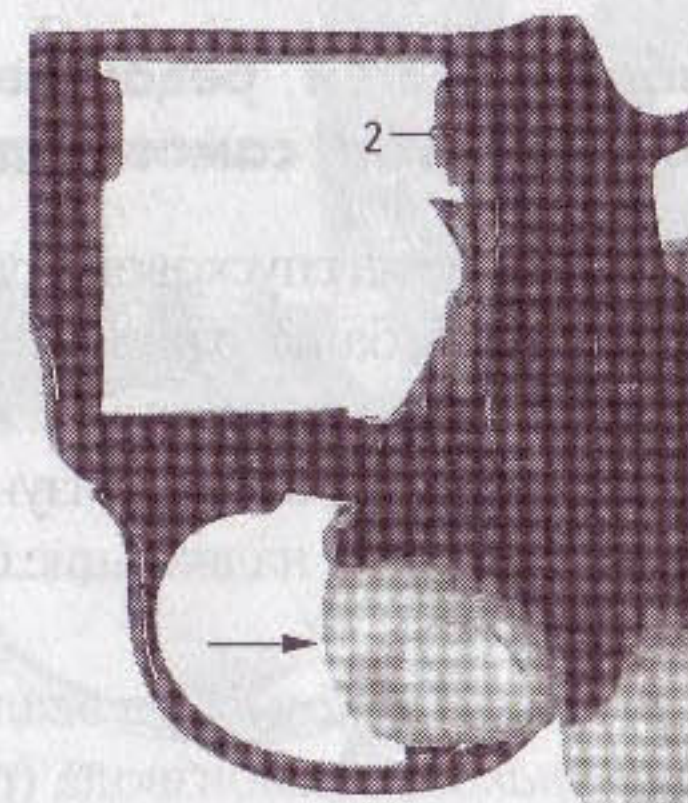

Рис. 50. Выход бойка (2) из казенника возможен только при полностью нажатом спуске
**Внимание!** Выход бойка (2) из казенника для удара по капсюлю (рис. 50) возможен только при полностью нажатом спуске!